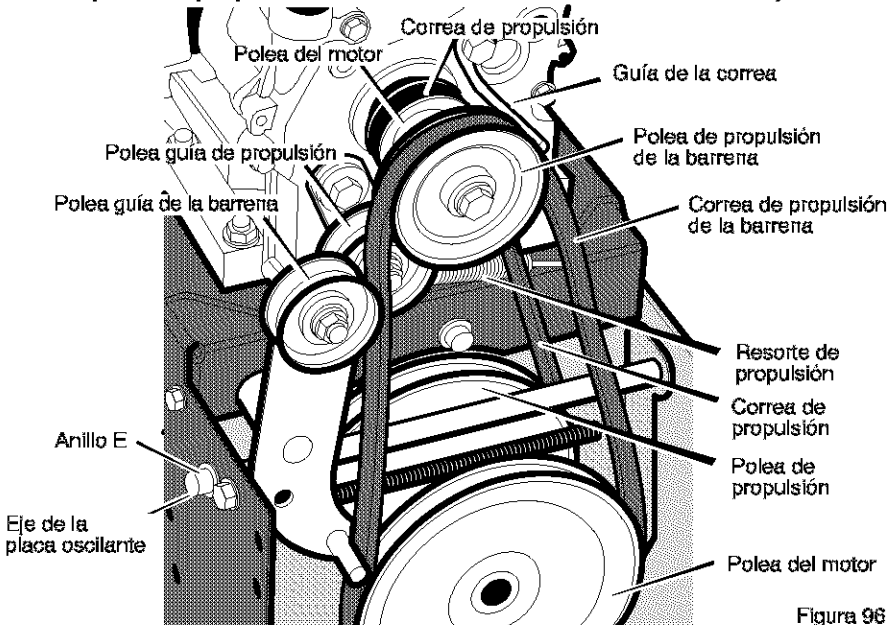

Figura 96
3. Afloje la tuerca de la polea guía de la barrena y mueva esta última hacia la correa un octavo de pulgada aproximadamente (3 mm) (Figura 96).
- Aloje la **guía de la correa**. Separe la **guía de la polea de propulsión de la barra** (Figura 96).
3. Quite el **anillo E** de uno de los extremos del **eje de la placa oscilante**. Quite este eje para que la placa oscilante gire hacia adelante (Figura 96).